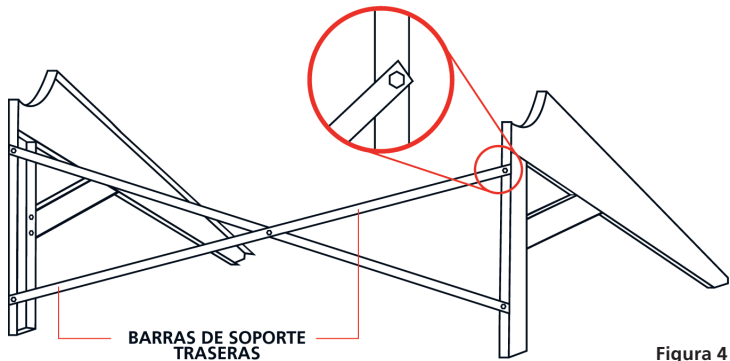

Figura 4
3. Para finalizar, deberá colocar las barras de soporte traseras, como se muestra en la figura 4.